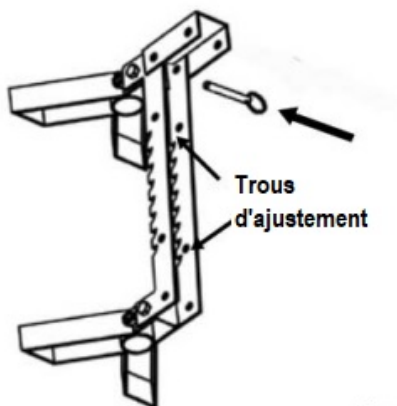

Figure 15
4. Assemblez l'extrémité sur l'ensemble du support à l'aide du boulon (M10*65), de la rondelle (M10) et de l'écrou (M10). (M10) et l'écrou (M10). Comme indiqué sur la figure 15.